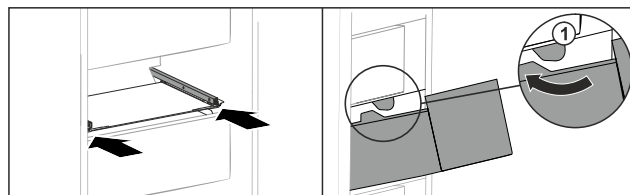

Fig. 226
- ▶ Обвести висувний ящик навколо стопора Fig. 226 (1).